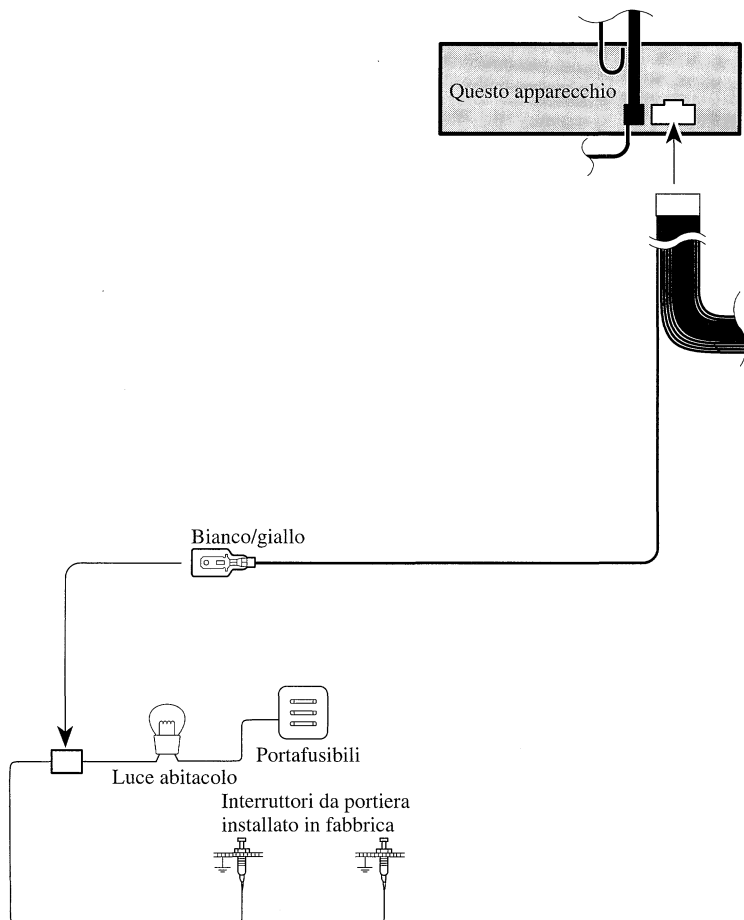

Fig. 3
■ **Bianco/giallo (Interruttore portiera, DOOR SWITCH) (Fig. 3 & 4)**